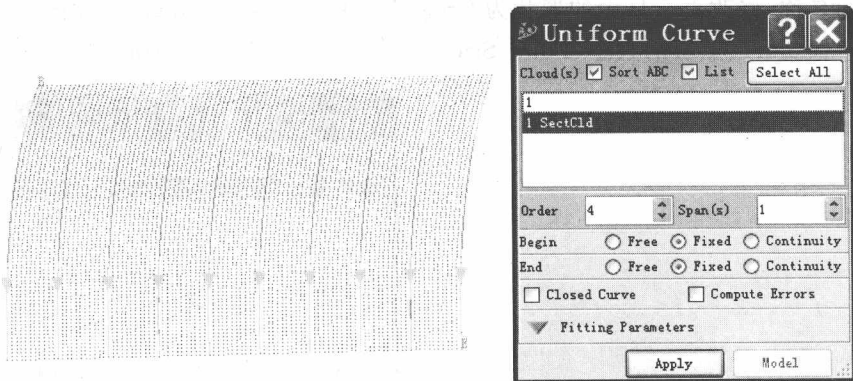

图 1.8
(5) 选择 Construct→Curve from Cloud→Uniform Curve, 如图 1.8 所示, 选择新得到的名为“1 SectCld”的